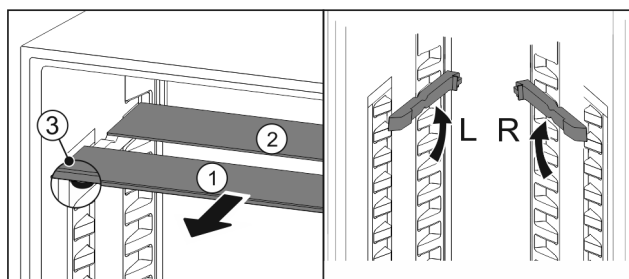

Fig. 25
- ▶ Extrageți Fig. 25 (1) pe rând plăcile de sticlă spre înainte.
- ▶ Placa de sticlă Fig. 25 (1) cu șipca decorativă se află în față.
- ▶ Opritoare Fig. 25 (3) indică în jos.